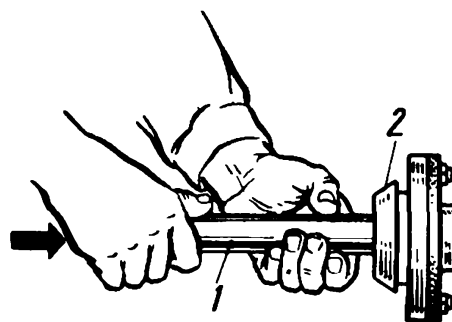

Рис. 2
1.4. Вставить в коническое отверстие шпинделя направляющую оправку (рис. 2). Взять чистую направляющую оправку 1 обеими руками и резким движением вставить ее коническим хвостовиком в отверстие шпинделя 2. Малогабаритные патроны можно устанавливать без направляющей оправки.